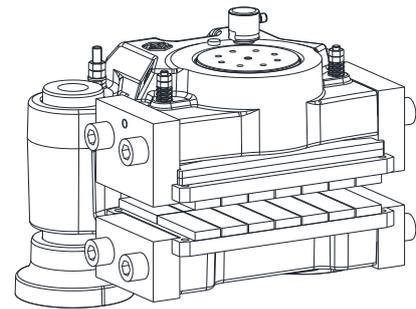

Bild 25: Montage des Zustands-Verschleißsensor
- Schrauben Sie den Sensor (Bauteil 8) in die Bremse zunächst handfest ein (siehe Bild 25).